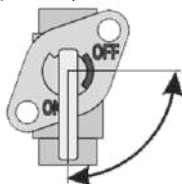

Рисунок 5. Схема роботи паливного крана.
1. Відкрити паливний кран важелем крана до упору у напрямку руху положення «Відкрито» («ON») (рис. 5).